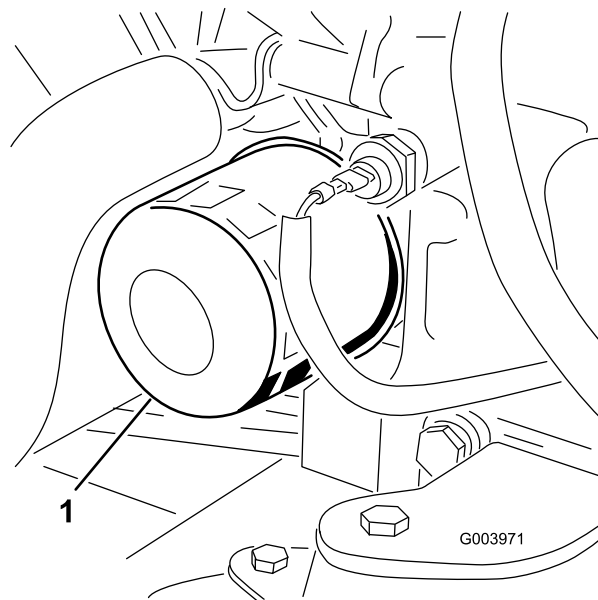

**Bild 61**
3. Entfernen Sie den Ölfilter (Bild 61).